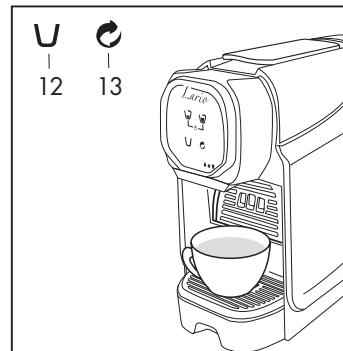

Fig. 13
- Premere il simbolo (12) per erogare la bevanda (**Fig.13**) premere nuovamente il tasto quando si è raggiunta la quantità desiderata.
- Premere il simbolo (13) per attivare la funzione risciacquo (**Fig.13**) premere nuovamente il tasto per arrestare la funzione.